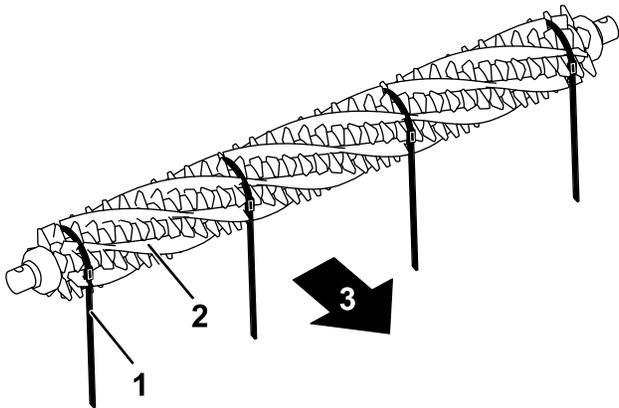

Figura 18
3. Desde un lado del molinete del groomer, deslice un cepillo en cada ranura alrededor de toda la longitud del molinete del groomer (Figura 18).
Importante: Envuelva las cintas alrededor del conjunto de cuchillas y cepillos del groomer en la dirección de rotación principal. La Figura 18 muestra las cintas instaladas para la rotación hacia adelante.